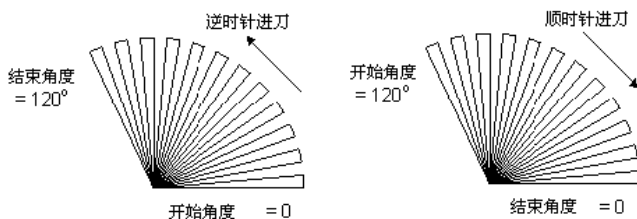

图 2-68 角度示意图
(3) 角度 用于设置开始角度和结束角度。两个角度之间的差值即为刀具路径的加工范围。当开始角度小于结束角度时，刀具沿逆时针方向运动；当开始角度大于结束角度时，刀具沿顺时针方向运动，如图 2-68 所示。